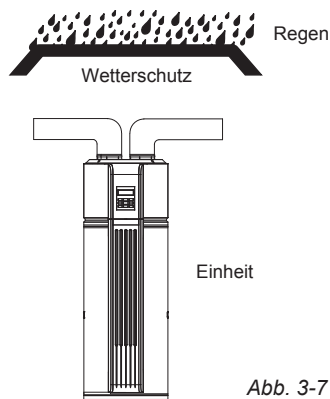

Abb. 3-7
- Falls die Einheit an einen Kanal angeschlossen ist, der in Freie reicht, muss dieser so ausgelegt werden, dass kein Wasser in das Innere der Einheit gelangen kann. (Abb. 3-7)